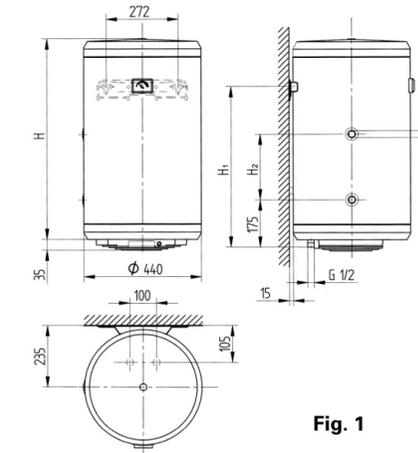
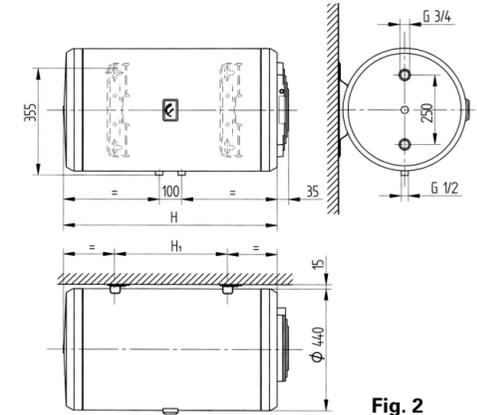

Fig. 1
Fig. 2
- Fissaggio a muro:** appendere lo scaldacqua alla parete agganciando la staffa di sospensione, già montata sull'apparecchio, ai ganci fissati in precedenza al muro (fig. 1 e fig. 2).
- Wall fixing:** *hang the water heater on the wall, hooking the special bracket (already attached to the appliance) on hooks previously fitted in the wall (fig. 1 and fig. 2).*